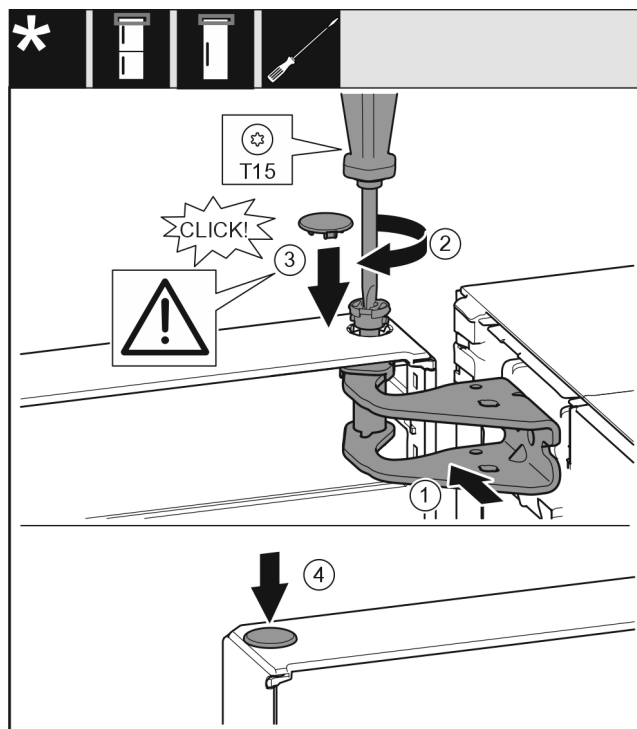

Fig. 20
- ▶ Poravnajte gornja vrata prema otvoru u podlošku ležaja Fig. 20 (1).
- ▶ Umetnite svornjak Fig. 20 (2) i pritegnite ga odvijačem.
- ▶ Postavite poklopac Fig. 20 (3).
- ▶ Provjerite da poklopac Fig. 20 (3) naliže na vrata.
- ▶ Postavite poklopac Fig. 20 (4).